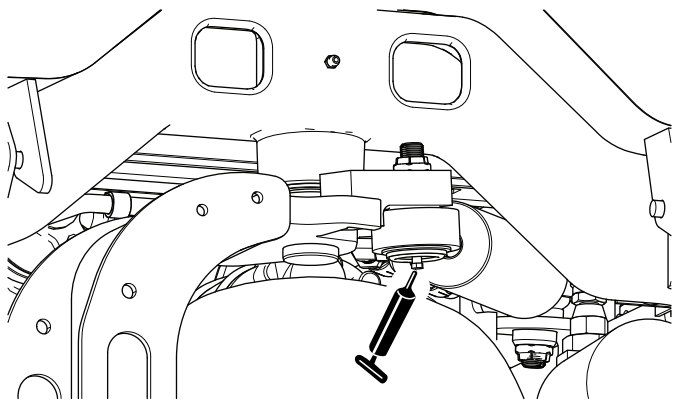

Figure 70
**Remarque:** Si vous le souhaitez, vous pouvez monter un graisseur supplémentaire à l'autre extrémité du vérin de direction. Déposez la roue, montez le graisseur, lubrifiez-le puis déposez-le et mettez le bouchon en place (Figure 70).